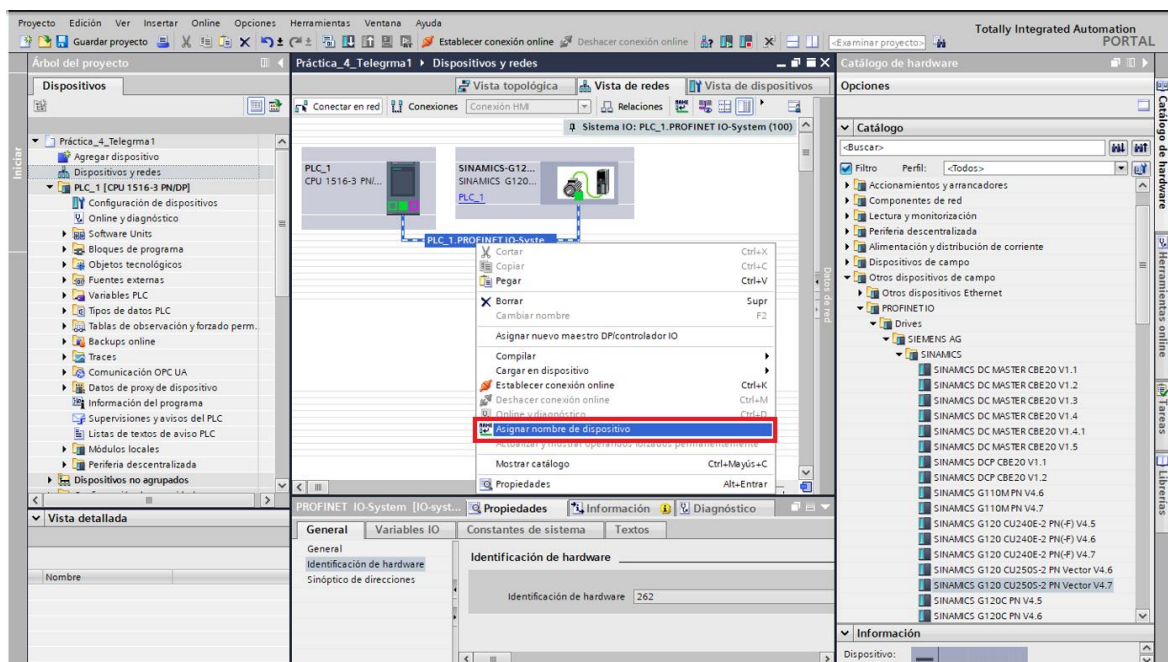

Figura 29. Abrir ventana “Asignar nombre de dispositivo”.
- (8) Luego realizar la identificación del Variador de frecuencia y asignarle un nombre, para ello seguir los siguientes pasos:
- Dar clic derecho sobre la red Profinet y elegir la opción “**Asignar nombre de dispositivo**” (ver Figura 29).